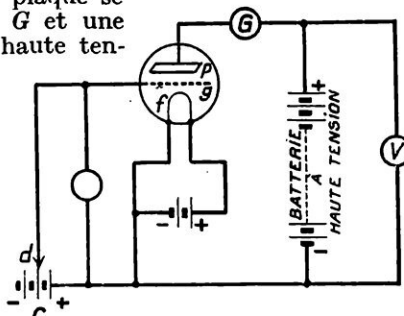

FIG. 1. - DISPOSITION DES CIRCUITS
**P**OUR expliquer l'action de la grille dans la lampe à trois électrodes, disposons les circuits de la façon représentée figure 1. Dans le circuit de plaque se trouvent un galvanomètre *G* et une batterie appelée batterie à haute tension, dont la borne positive est reliée au galvanomètre et la borne négative au filament. Dans le circuit de grille, nous placerons en *C* quelques éléments de pile dont le nombre pourra être modifié au moyen du contact *d*. Relions tout d'abord le contact *d* à l'extrémité positive de la batterie de grille ; dans ces conditions, un courant passera dans le circuit de plaque, et sa valeur sera indiquée par le galvanomètre *G*.
Reportons-nous, de nouveau, aux connexions de la figure 1 et supposons que la tension de grille soit nulle, par exemple par suite d'une connexion directe avec la